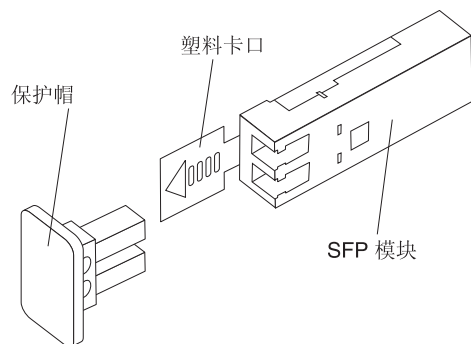

图 55. SFP 模块和保护帽
- b. 卸下 SFP 模块的保护帽，如第 73 页的图 55 中所示。妥善保存保护帽以供将来使用。